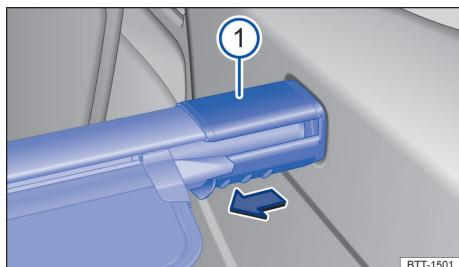

Fig. 181 No compartimento de bagagem: desinstalar a cobertura do compartimento de bagagem.
- Pressionar o suporte de fixação da cobertura do compartimento de bagagem → Fig. 181 ① na direção da seta e mantê-lo pressionado.
- Remover a cobertura do compartimento de bagagem por cima e soltar a fixação → Fig. 181 ①.
- Mover o suporte de fixação → Fig. 181 ① na admissão do revestimento lateral correspondente.